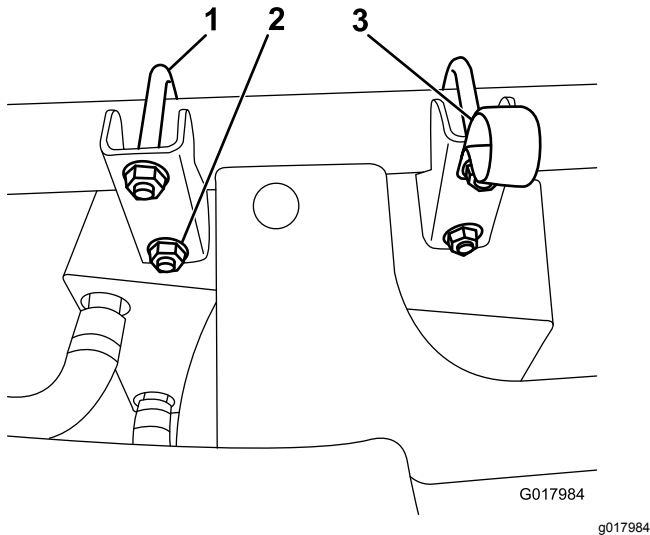

Bild 4
2. Befestigen Sie die Heizung und Halterung mit den mitgelieferten U-Bügeln und Bundmuttern am vorderen Rahmenrohr (**Bild 4**).
3. Befestigen Sie die R-Klemme unter der obersten Mutter, die der Maschinenmitte am nächsten ist (**Bild 4**).